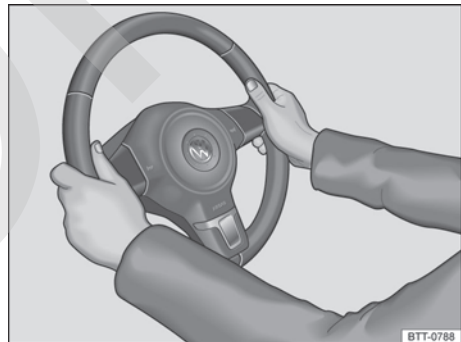

Fig. 44 En el volante: posición equivalente a las 9 y las 3 horas.
- Ajuste el volante de forma que pueda sujetarlo con las dos manos por los lados, por su parte exterior, en la posición equivalente a las 9 y las 3 horas con los brazos ligeramente flexionados → fig. 44.
- Con el fin de reducir el peligro de sufrir lesiones en caso de que se dispare el airbag frontal del conductor, durante la conducción sujete siempre el volante por los lados, por su parte exterior, con las dos manos en la posición equivalente a las 9 y las 3 horas → fig. 44.